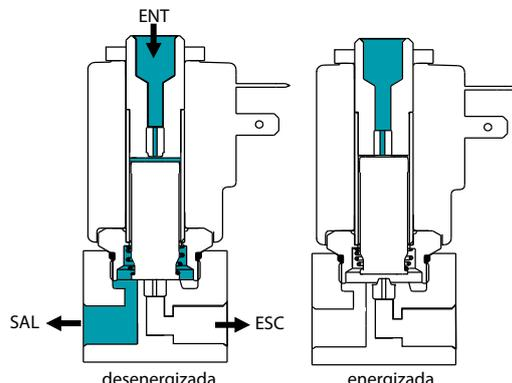

Fig. 4
- Normalmente abierta (NA) Fig. 4 - flujo desde la conexión de entrada, sin flujo desde la conexión de escape.